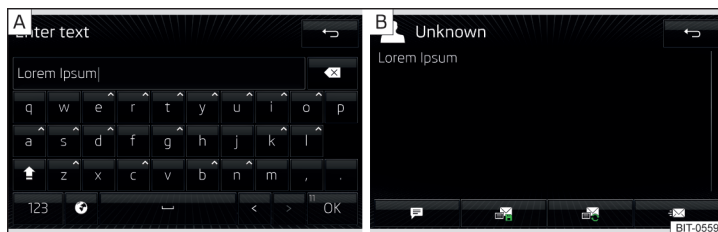

Fig. 192 Creación de un mensaje de texto / Vista de un mensaje de texto
- Escribir un mensaje y pulsar la superficie funcional **OK** » fig. 192 - [A], se visualiza una vista del mensaje de texto » fig. 192 - [B].
Durante la creación del aviso se visualiza en la superficie funcional **OK** la cantidad de los símbolos introducidos » fig. 192 - [A].
Después que se abrió la vista del mensaje » fig. 192 - [B], se pueden realizar las siguientes funciones.